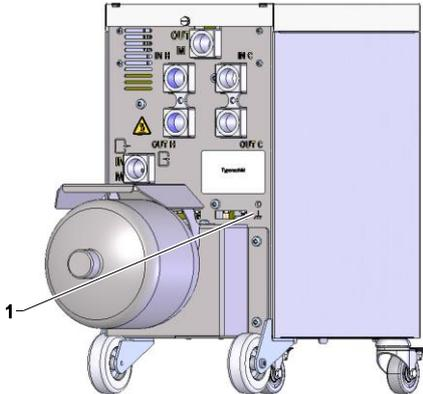

Fig. 16: Aterramento funcional
Grandes fontes de interferência CEM na proximidade da unidade de comutação podem influenciar a respectiva função. Neste caso, a caixa da unidade de comutação tem de ser aterrada com uma fita de terra (ponto de ligação para aterramento funcional, ver (1) Fig. 16).